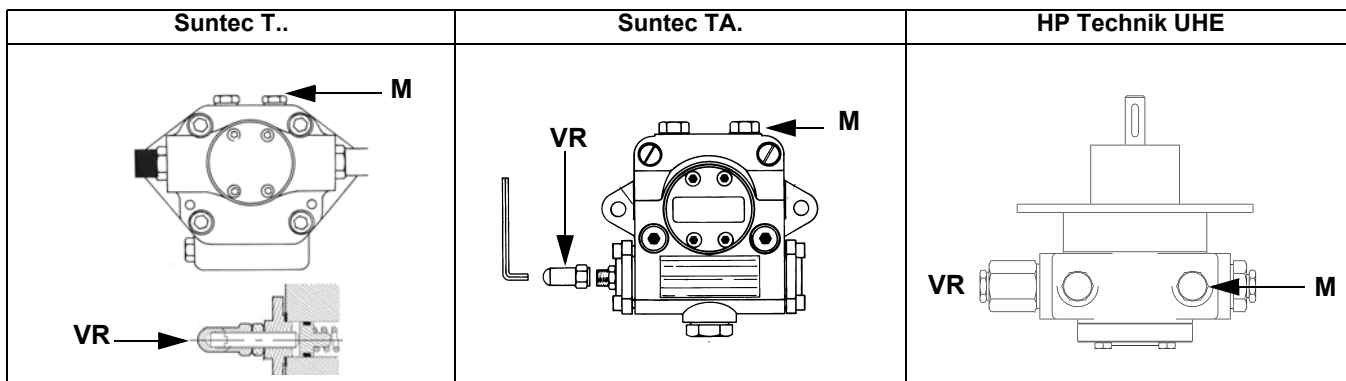

Рис. 13
- 3 выпустить воздух со штуцера (**M**) манометра насоса (Рис. 13), расслабив слегка заглушку, но не снимая ее; затем отпустить контактор;